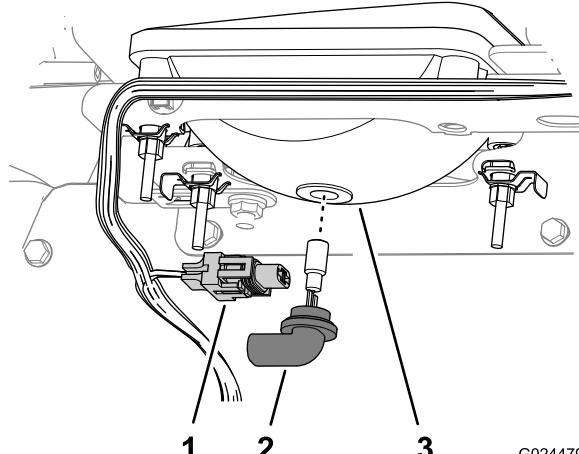

Figura 49
3. Desligue o conector elétrico para a cablagem do conector do conjunto da lâmpada, na parte de trás do compartimento do farol (Figura 49).
4. Rode o conjunto da lâmpada 1/4 de volta para a esquerda e mova-o para trás, para fora do compartimento do farol (Figura 49).
5. Insira o novo conjunto da lâmpada e compartimento do farol e alinhe as linguetas no conjunto da lâmpada com as ranhuras no compartimento do farol (Figura 49).
6. Fixe o conjunto da lâmpada rodando-o 1/4 de volta para a direita (Figura 49).
7. Ligue o conector elétrico para a cablagem ao conector do novo conjunto da lâmpada (Figura 49).